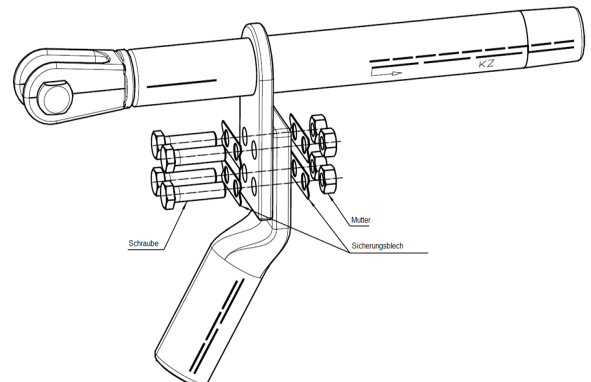

Bild 11
25. Drehen Sie die Schrauben in Anzugsrichtung, um die beiden Seitenflächen des Schraubenkopfes mit den beiden Laschen der Sicherungsbleche auszurichten. Ziehen Sie die M12-Muttern an den Schrauben mit dem auf der Zeichnung angegebenen Drehmoment an. Verwenden Sie dazu einen kalibrierten Drehmomentschlüssel. (Bild 11)